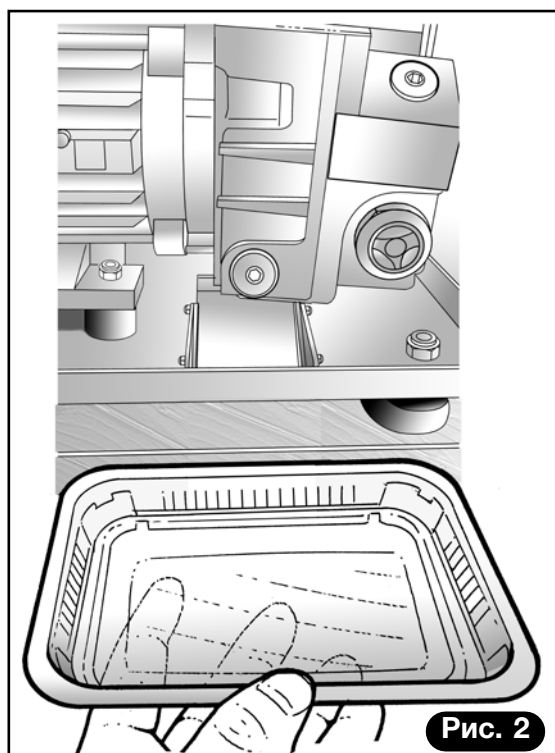

Рис. 2
- 7) Поблизости от сливной пробки поместить достаточно вместительную емкость (0,5 л) (**рис. 2**). Тем же шестигранным ключом раскрутить сливную пробку и слить масло в емкость в течение 10 минут.